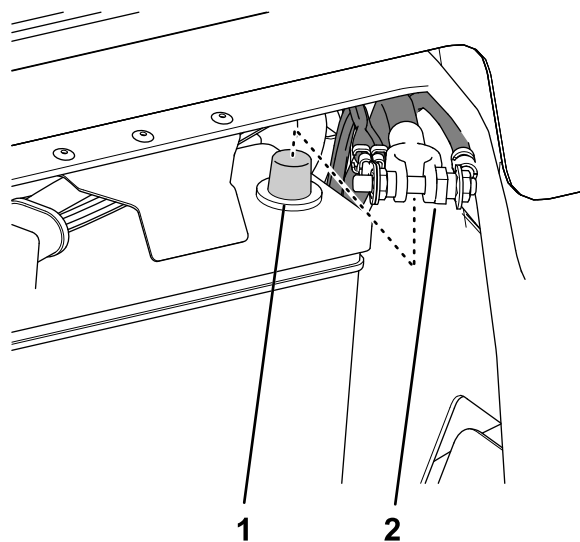

Figura 2
2. Desconecte el cable negativo (–) de la batería (Figura 2).